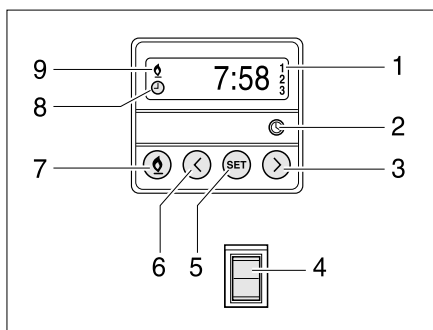

Bild 128 Bedieneinheit für Standheizung
- Manuell einschalten:** ■ Taste (Bild 128,7) drücken. Der Heizbetrieb wird durch das Symbol (Bild 128,9) angezeigt. Das Gebläse wird erst bei einer Kühlwassertemperatur von 30 °C zugeschaltet.
- Manuell ausschalten:** ■ Taste (Bild 128,7) drücken. Das Symbol (Bild 128,9) erlischt.
- Motorbeheizung zuschalten:** ■ Schalter (Bild 128,4) unten drücken. Motor wird vorgewärmt. Das Gebläse wird sofort zugeschaltet.
- Motorbeheizung abschalten:** ■ Schalter (Bild 128,4) oben drücken. Motor bleibt kalt.
- Uhrzeit einstellen:** ■ Taste (Bild 128,2) drücken. Die Uhrzeiteinstellung wird durch das Symbol (Bild 128,8) angezeigt.
■ Mit den Tasten (Bild 128,3 und 6) die Uhrzeit einstellen.
- Heizbeginn programmieren:** ■ Taste (Bild 128,5) drücken.
■ Innerhalb von 10 Sekunden mit den Tasten (Bild 128,3 und 6) die Einschaltzeit einstellen.
- Programmierte Einschaltzeit auswählen:** ■ Taste (Bild 128,5) so oft drücken, bis die gewünschte Programmnummer (Bild 128,1) im Display angezeigt wird.